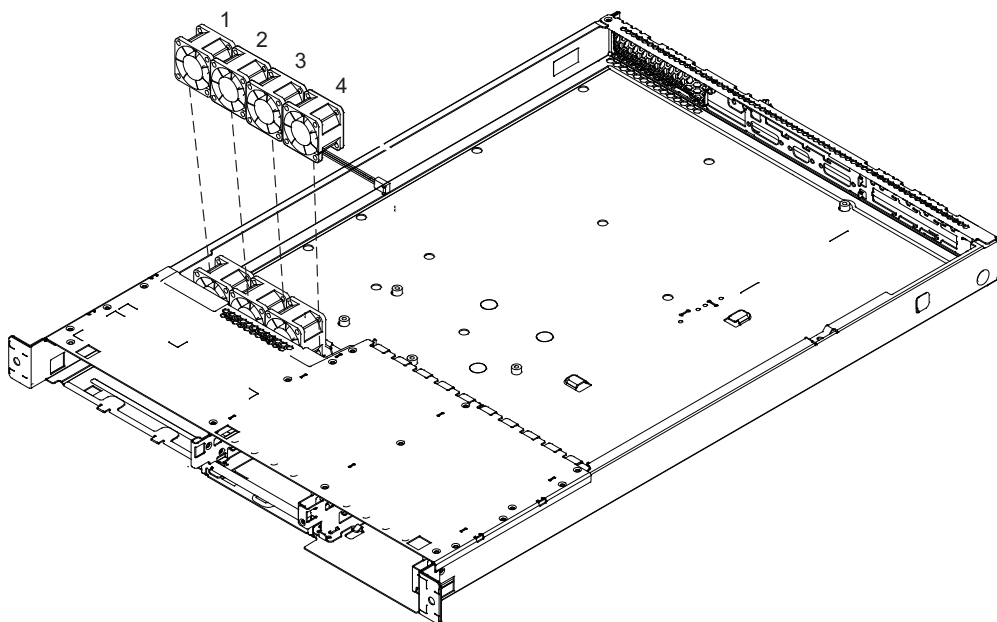

図 178. SAN ボリューム・コントローラー 2145-4F2 マイクロプロセッサ・ファンの位置
1. ファンを固定クリップの中に押し下げます。214 ページの図 178 は、ファンと保持クリップの位置を示しています。